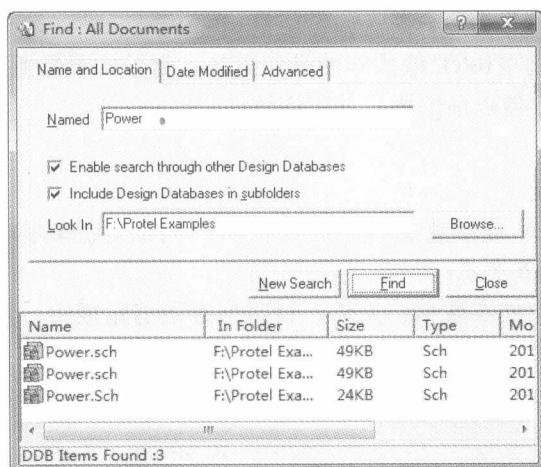

图 1-13 “Find: All Documents” 对话框
12) Find Files: 选择该命令后, 系统将弹出如图 1-13 所示的“Find: All Documents”对话框, 用户可以查找设计数据库中或硬盘驱动器上的其他文件, 用户可以设置各种不同的查找方式。